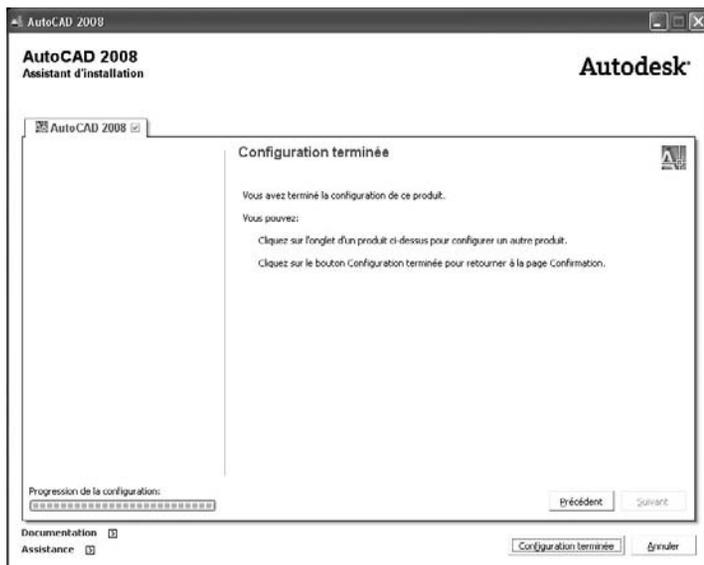

Fig.1.9
- 14 Cliquez sur **Configuration terminée** pour retourner à la page **Vérifier – Configurer – Installer** (fig.1.9).